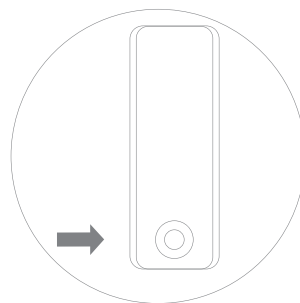

Рис. 10
4. Нажмите кнопку включения фильтра на лицевой панели (рис. 10).